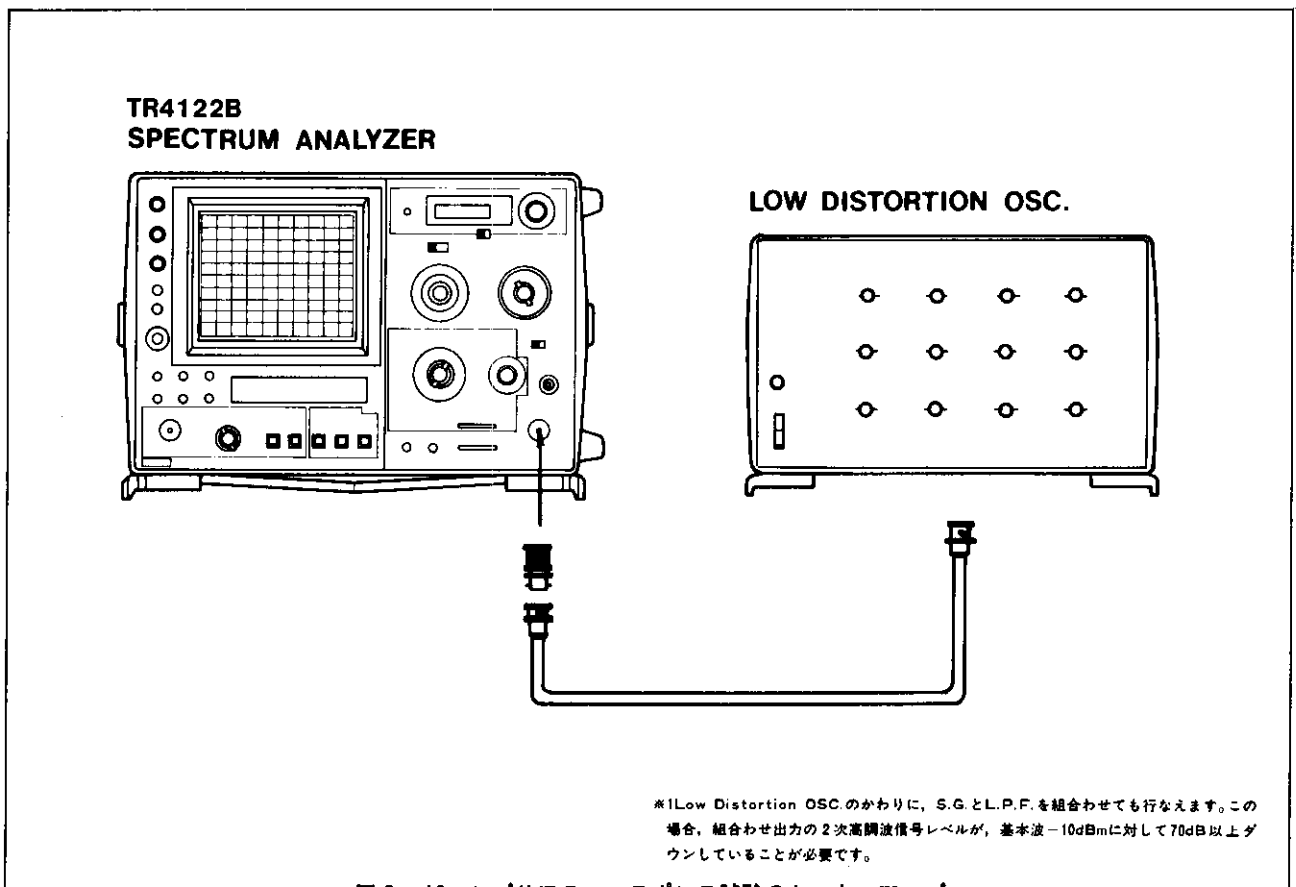

図3-16 スプリアス・レスポンス試験のセット・アップ
2. Low Distortion OSC.の出力を-10dBmに設定し、本器の**INPUT**へ接続します。〔図3-16〕